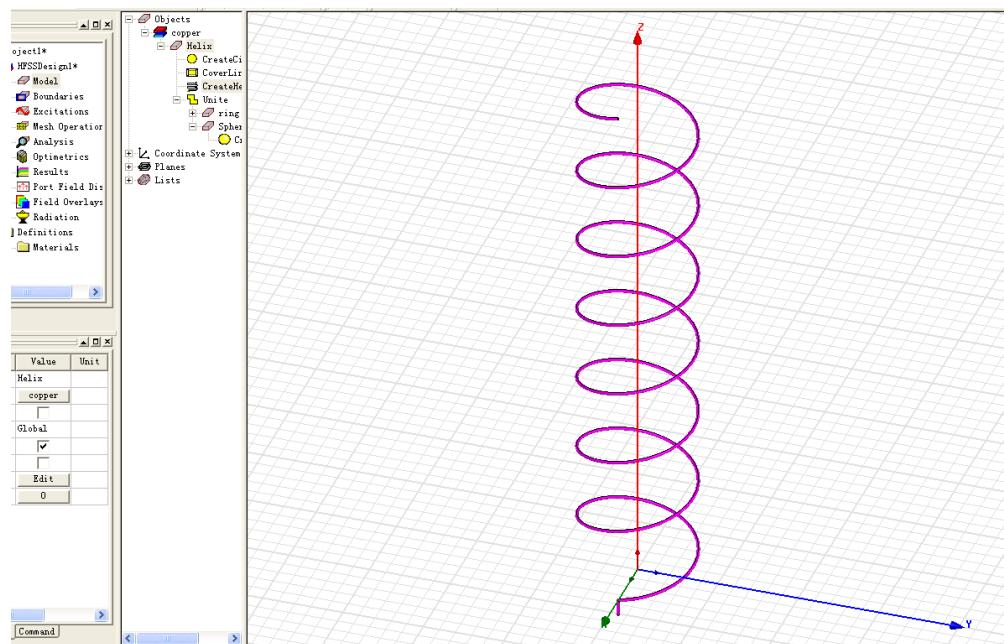

图 2-螺旋线模型
(4) 将 Helix、ring 和 Sphere1 结合起来。在菜单栏中点击 Edit>Select>By Name，在弹出的窗口中利用 Ctrl 键选择 ring,Helix 和 Sphere。在菜单栏中点击 3Dmodeler>Boolean>Unite。点击 OK 结束。形成的模型如下图 2 所示。